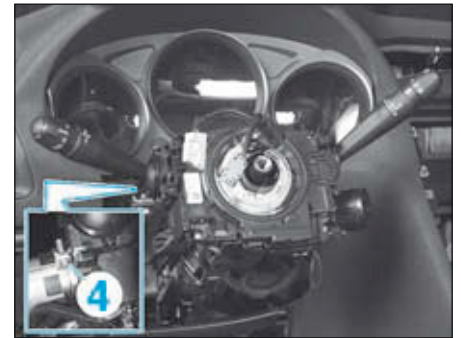

FIG.5
- Desserrer, au maximum, la vis (4) (Fig.5).